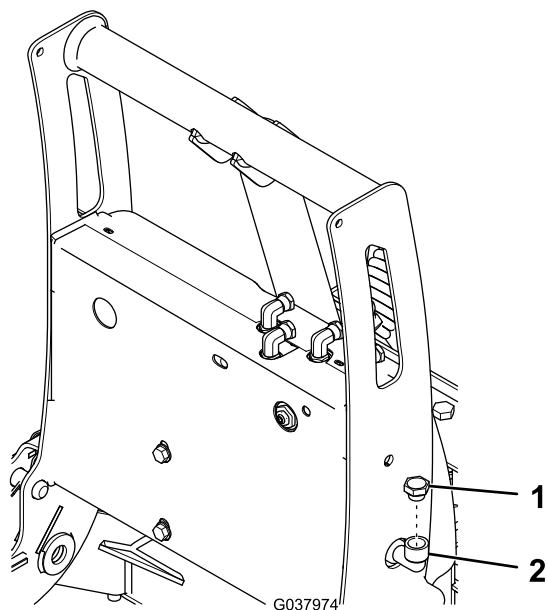

Bild 24
- Reinigen Sie den Bereich um den Fülldeckel (Bild 24).
- Nehmen Sie den Fülldeckel vom Hydraulikbehälter ab (Bild 24).